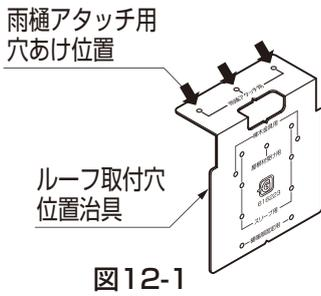

図12-1
- ①ルーフ取付穴位置治具を樋にあて、ケガキ、ドリルで水抜き穴 $\phi 36$ と雨樋アタッチメント取付穴 $\phi 3.5$ をあけてください。(図12-1、図12-2参照)
- ②縦樋カバー受け、フレームカバーをそれぞれ60mm切断してください。
- ③縦樋をH24は2139mm、H29は2594mmに切断してください。